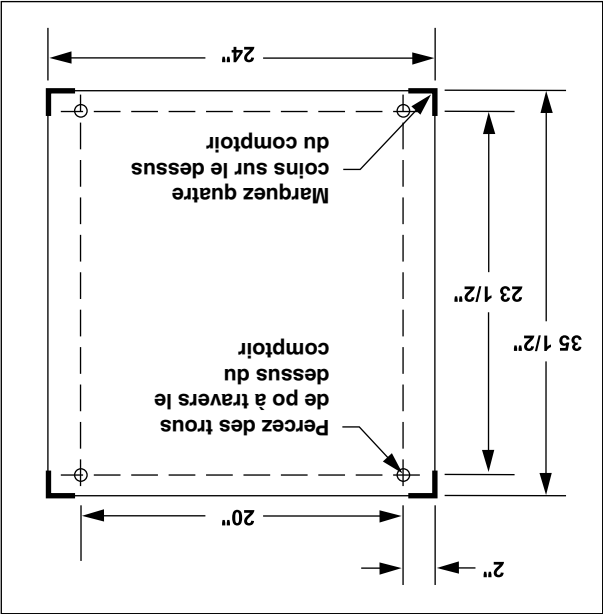

Figure 1
1. Placez le cuisEUR à l'endroit souhaité sur le comptoir et marquez les quatre coins. Retirez l'appareil et percez des trous de ½ po (12,7 mm) tel qu'illustré à la figure 1.